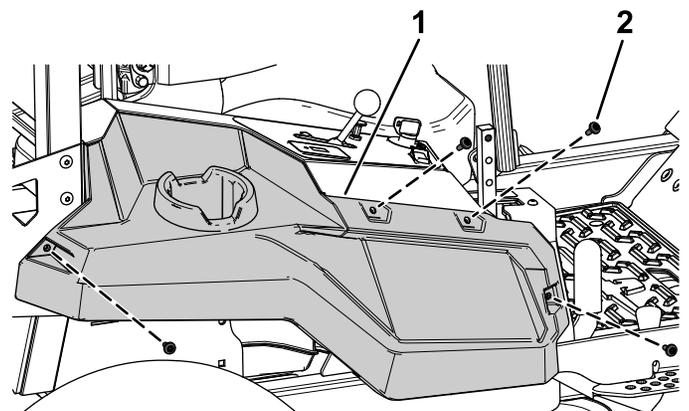

Figure 4
1. Enlevez les 4 vis à épaulement qui fixent le carénage droit (Figure 4).
2. Déposez le carénage droit (Figure 4).
Fixez le carénage droit à l'aide des 4 vis à épaulement retirées précédemment (Figure 4).